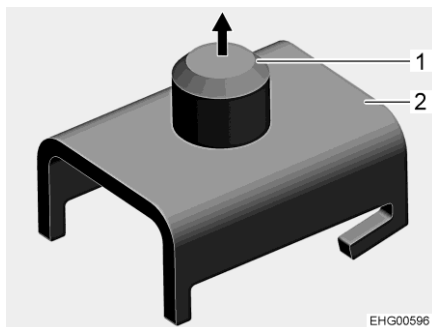
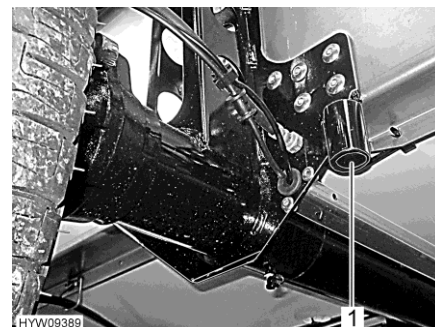

Fig. 242 Adattatore per attacco asse posteriore
Fig. 243 Attacco asse posteriore
- Se si deve cambiare una ruota sull'asse posteriore: Fissare l'adattatore (Fig. 242,2) sul cric.
- Inserire il perno (Fig. 242,1) nell'attacco dell'asse posteriore (Fig. 243,1).